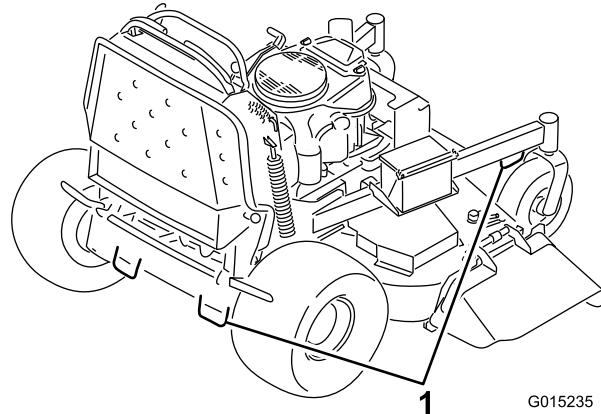

図 25
- マシンにはロープ固定用のアイがついているので、チェーンやロープなどを使ってトラックやトレーラに機体をしっかりと固定する（図 25）